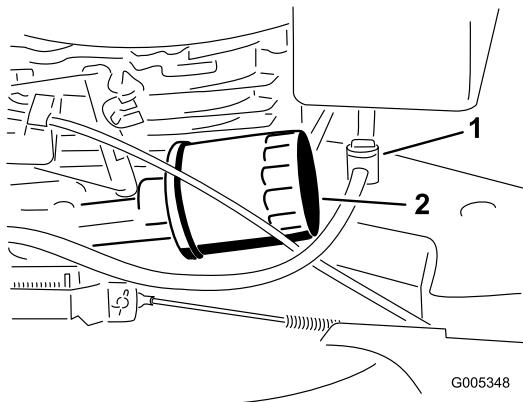

Figura 23
3. Cierre la válvula de combustible (Figura 23)